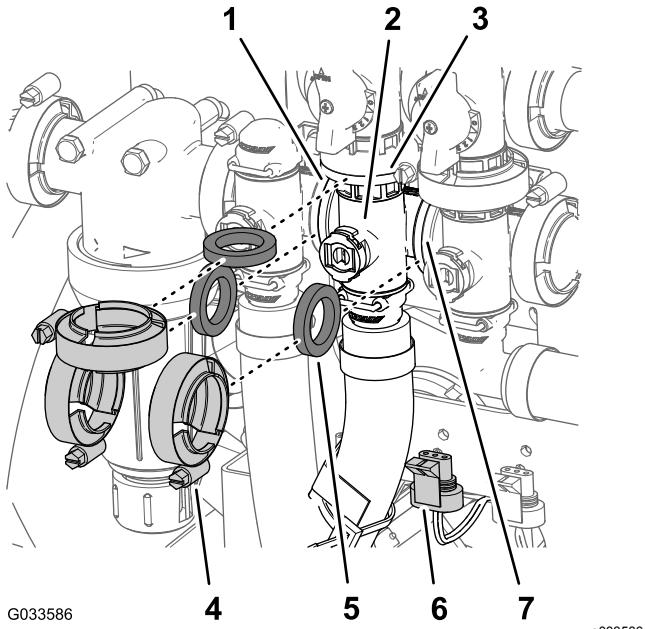

図 100
- 攪拌バルブ用のマニホールドを攪拌バイパスバルブ、散布量制御バルブ、マスターブームバルブに固定しているフランジクランプ3個とガスケット3枚を外す 図 100。